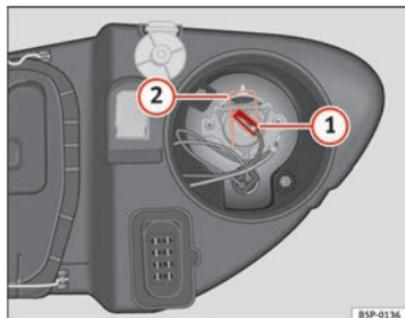

Fig. 193 Luz de carretera
- Extraiga el conector ⇒ fig. 193 1 de la lámpara.
- Presione el resorte ⇒ fig. 193 2 hacia dentro y hacia la derecha.